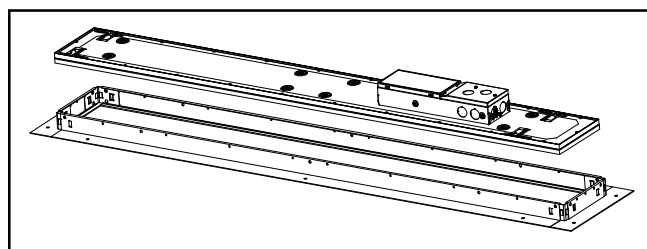

Figure 1.
1. Installez le luminaire dans la trousse de cadre anti-vandalisme (figure 1).